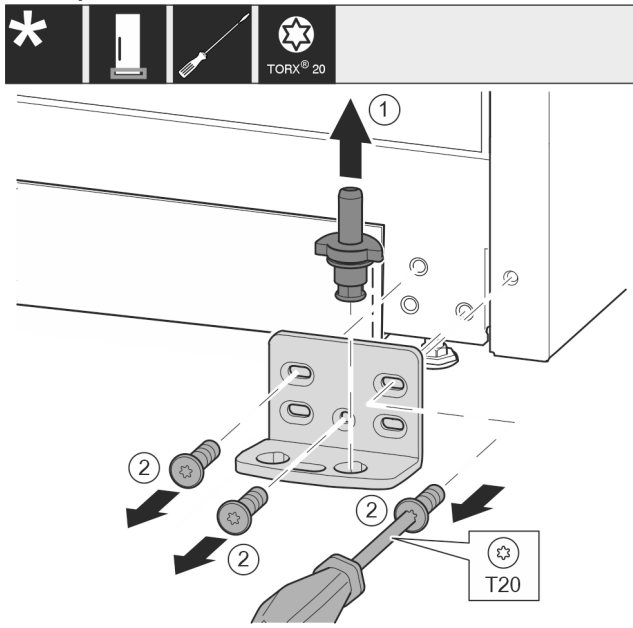

Fig. 12
- ▶ Ložiskový čap vyťahnite úplne nahor. Fig. 12 (1)
- ▶ Skrutky vyskrutkujte skrutkovačom T20 a odnímite ložiskovú konzolu. Fig. 12 (2)